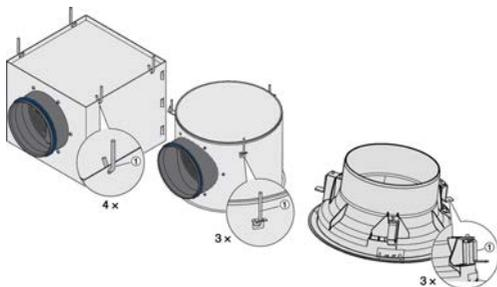

Fig. 9 : Montage avec caisson ou collerette de raccordement
1. ► Fixez les pièces de suspension telles que des cordes, des câbles ou des suspensions métalliques (Fig. 9 ) au plafond.